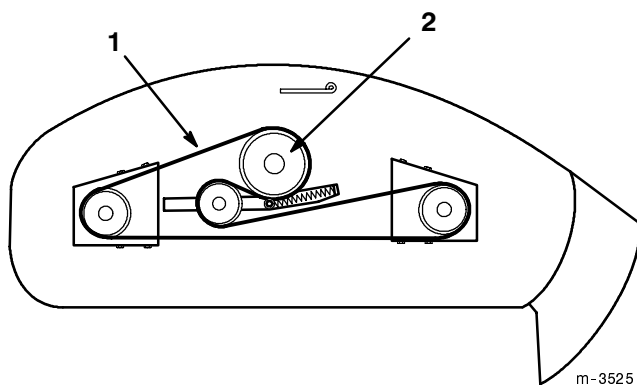

Figure 2
1. Mettre en place la courroie du plateau comme illustré à la Figure 2. Veiller à la mettre en place sur la poulie centrale inférieure.